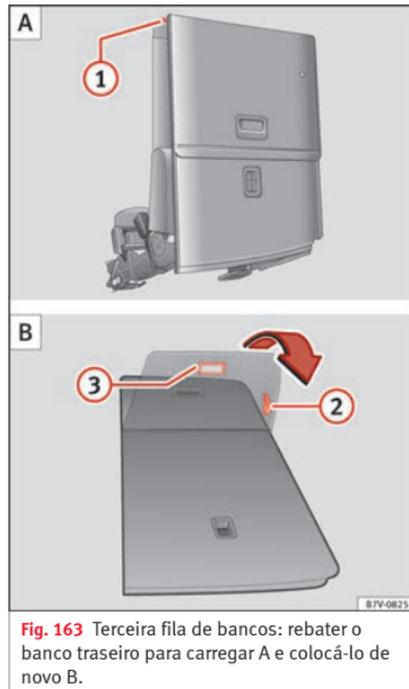

Fig. 163 Terceira fila de bancos: rebater o banco traseiro para carregar A e colocá-lo de novo B.
- Se necessário, puxe o manípulo » **Fig. 163** ❷ para deslocar o banco para a posição pretendida.
- Retire os objetos da zona dos pés situada à frente e atrás do banco traseiro » ❶.
- Puxe o manípulo » **Fig. 163** ❶ para cima e rebata o encosto para a frente. O banco traseiro rebata para a frente » **△** e o assento também se move para a frente.
- Puxe a pega » **Fig. 163** ❷ para recolocar a chapeleira do banco.
- Puxe o manípulo » **Fig. 163** ❸. O banco completo desloca-se para trás.